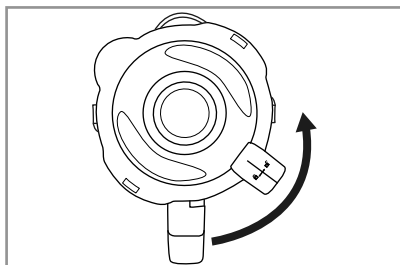

Abb.1
- 1) Drehen Sie den Mixaufsatz ③ gegen den Uhrzeigersinn, bis der Pfeil ▼ unter dem Griff des Mixaufsatzes ③ über der Position ⏏ steht. Nehmen Sie den Mixaufsatz ③ gerade nach oben vom Motorblock ⑥ ab.
- 2) Entfernen Sie den Deckel ②, indem Sie ihn so weit gegen den Uhrzeigersinn Richtung Position ⏏ drehen (siehe Abb. 1), bis Sie ihn nach oben abziehen können.